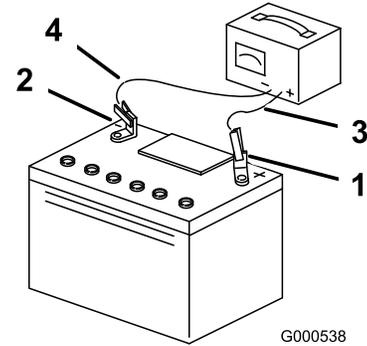

Bild 30
3. Wenn die Batterie voll geladen ist, ziehen Sie den Stecker des Ladegeräts aus der Steckdose. Klemmen Sie dann die Klemmen des Ladegeräts von den Batteriepolen ab (Bild 30).